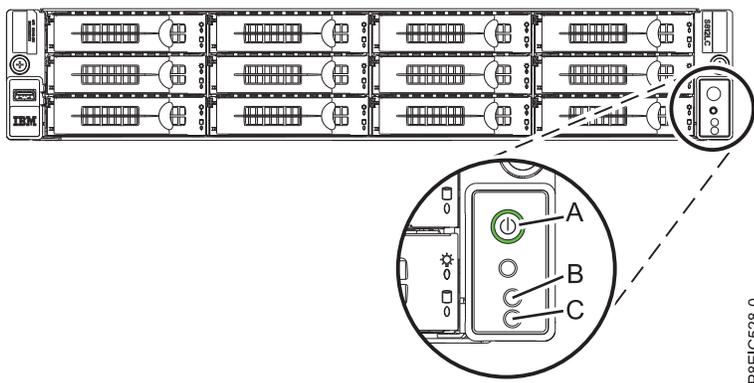

Figure 115. Bouton d'alimentation
- Le voyant de mise sous tension clignote, comme illustré dans la figure 115. Un voyant clignotant indique que l'alimentation de l'unité est en mode veille.
3. Appuyez sur le bouton d'alimentation (**A**) illustré dans la figure 115. Le voyant de mise sous tension arrête de clignoter et reste fixe, ce qui indique que le système est sous tension. Les ventilateurs de refroidissement du système tournent rapidement et après environ 30 secondes, ils reprennent leur vitesse de régime.